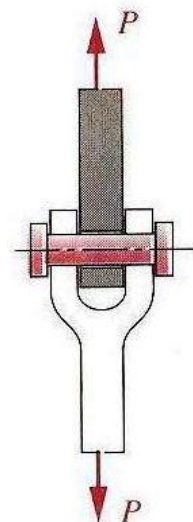

FIGURA 2.
**PROBLEMA 2.** (20 puntos) La Figura 2 muestra una Junta de Clevis, para la cual debe diseñar el pasador que soportara cargas repetidas desde 0 a 100.000 lb. Considere que se usara acero AISI 4340 Q&T a 1200 °F y un factor de seguridad a la fatiga de 3.